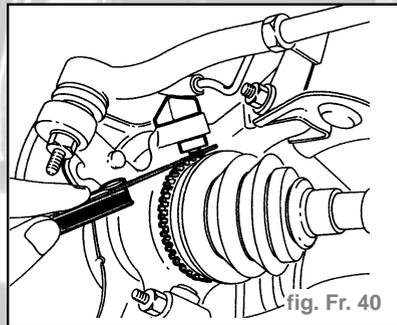

fig. Fr. 40
- Contrôler la valeur de l'entrefer entre le capteur de nombre de tours et la couronne d'impulsions sur le joint homocinétique de roue Avant (fig. Fr. 40).